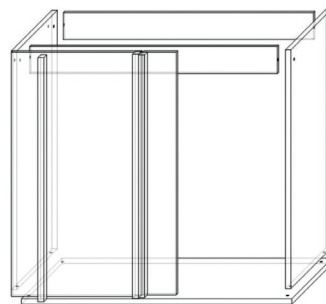

Рисунок 2
4. Прикрепите одну соединительную планку к корпусной зашивке шурупами-саморезами 3,5x32 изнутри тумбы. Вторую соединительную планку прикрутите к планке декоративной шурупами-саморезами 3,5x32 (рис. 2).